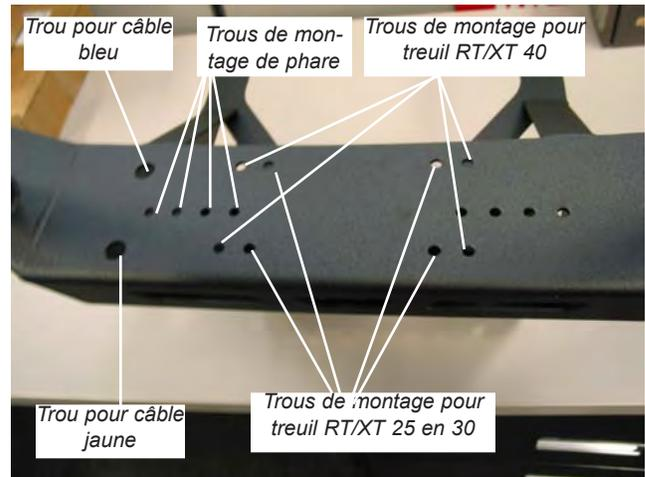
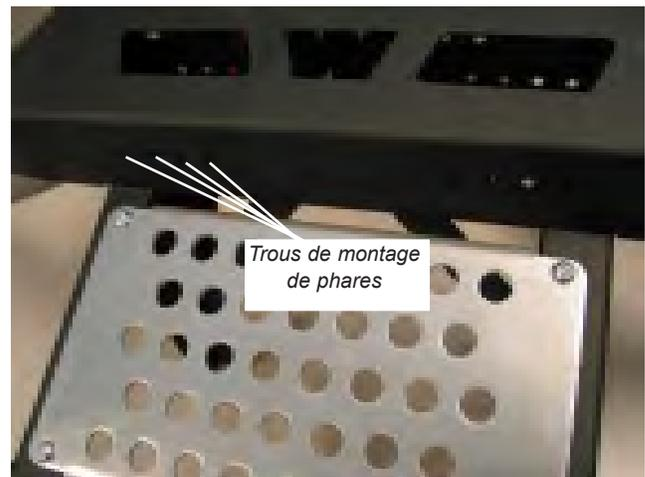

Figure 10
Figure 11
1. Les trous de montage pour treuil WARN sont illustrés sur la Figure 10. (Pour le RT/XT 25 et 30, utilisez le jeu de trous intérieur. Pour les treuils RT/XT 40, utilisez le jeu de trous extérieur). Tirez le câble jaune à travers le trou avant et le câble bleu à travers le trou arrière après avoir glissé la gaine par-dessus les deux câbles. La gaine de ¼ po DI est prévue pour les treuils RT/XT 25 et la gaine de 3/8 po DI pour les treuils RT/XT 30 et 40.
2. Si aucun treuil n'est monté sur le pare-chocs, les trous illustrés à la Figure 10 peuvent être utilisés pour le montage de phares sur le pare-chocs. En cas d'utilisation d'un treuil, des trous au bas du pare-chocs, illustrés à la Figure 11, peuvent être utilisés pour monter un jeu de phares.